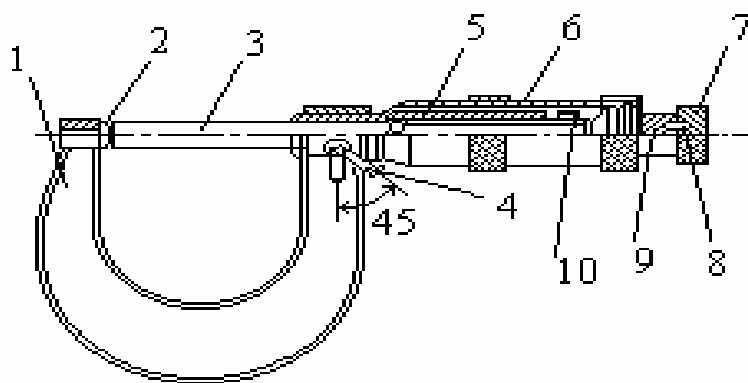

Рис. 1
Устройство микрометра. Общий вид микрометра показан на рис.1. Корпусом инструмента служит скоба 1, в которую запрессованы с одной стороны пятка 2, с другой - стебель 5, на котором закреплена микрогайка и нанесена продольная шкала. Одной измерительной поверхностью является торец микрометрического винта 3, выдвигающегося из стебля, второй - торец пятки 2. Микровинт связан с корпусом барабана 6, имеющим на конусном конце круговую шкалу. Заканчивается барабан резьбой, на которую навинчивается гайка 9, являющаяся корпусом механизма трещетки. Основное назначение - трещетки обеспечивать постоянство измерительного усилия за счет храповика 7 и подпружиненного стержня 8. Микрометр снабжен устройством 4, позволяющим стопорить микровинт и гайкой 10 для регулировки зазора в паре микровинт - микрогайка.
**Отсчет показаний микрометрических инструментов.** Отсчетное устройство микрометрических инструментов состоит из двух шкал (рис. 1). Продольная шкала имеет два ряда штрихов с интервалом 1 мм, расположенных по обе стороны горизонтальной линии и смещенных относительно друг друга на 0.5 мм. Таким образом, оба ряда штрихов образуют одну продольную шкалу с ценой деления 0.5 мм.
При указанном соприкосновении скошенный край барабана микрометра должен установиться так, чтобы штрих начального деления основной шкалы (нуль или 25, 50 мм и т.д.) был полностью виден, а нулевое деление круговой шкалы барабана совпадало с продольной горизонтальной линией на стебле 5 (рис. 1). Если такого совпадения нет, то стопором 4 необходимо зафиксировать микровинт 3 и, придерживая барабан 6 за накатанный выступ ослабить накидную гайку 9. Затем, поворачивая освобожденный корпус барабана, совмещают нулевое деление на барабане с горизонтальной линией на стебле 5 микрометра, и, придерживая корпус барабана за накатанный выступ, снова закрепляют барабан гайкой 9.
**Измерение микрометром.** При измерении микрометром (рис. 1) отводят измерительную поверхность микровинта 3, вращая барабан 6, на необходимое расстояние. Между микровинтом 3 и пяткой 2 помещают измеряемую деталь и при помощи барабана 6 сокращают зазор между измеряемой деталью и измерительными поверхностями до 1-2 мм. Окончательное соприкосновение измерительных поверхностей с деталью производят вращением трещотки 7 и снимают показания прибора.